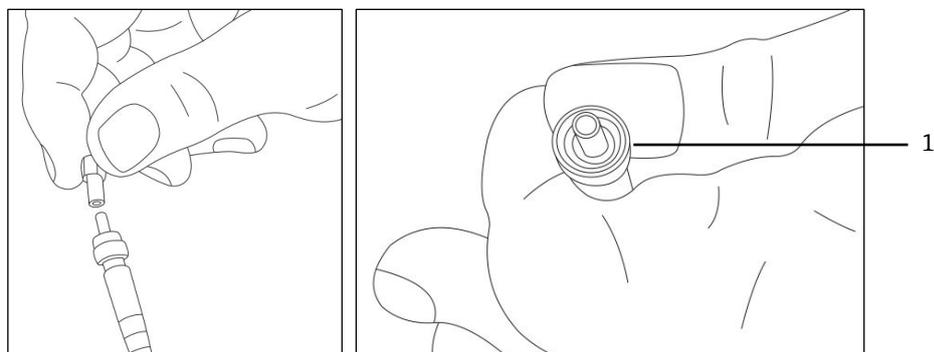

Figura 91. Preparazione della nuova sonda di ossigeno con la punta della fibra ottica
1. Togliere con attenzione il perno di protezione dall'estremità della sonda (lato analizzatore), facendo attenzione a non toccare la punta in fibra ottica. Vedere Figura 91.
3. Inserire il puntale della sonda nel connettore SMA e serrare il dado del connettore. Vedere Figura 91.